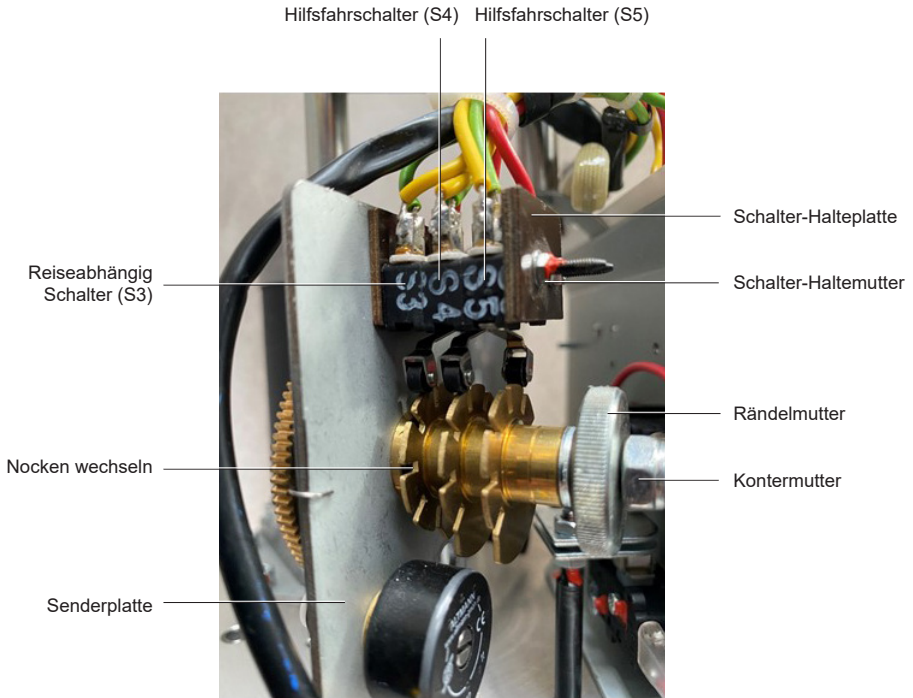

Abb. 10 Anordnung des Hilfsfahrerschalters (WE) (8 kN+)
- Siehe Abbildung 10 zur Produktausrichtung